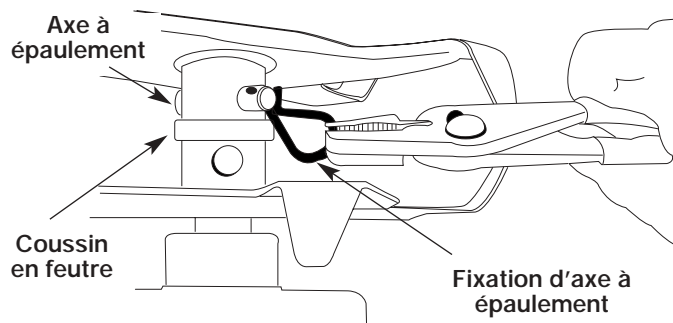

Fig. 15
1. Mettez la commande Marche/Arrêt Stop en position ARRÊT (O). Positionnez et déconnectez le câble de la bougie.
2. Retirez les axes à épaulement et leurs fixations (Fig. 15).